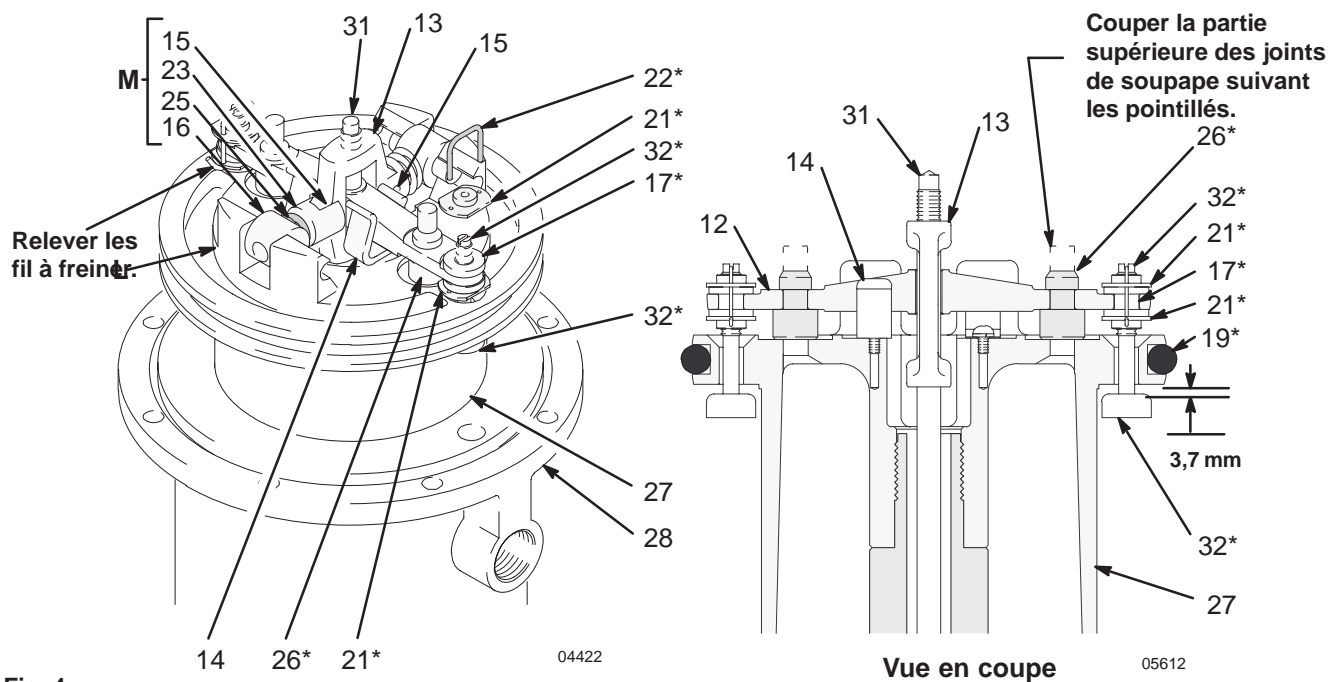

Fig. 4
- Sortir le piston (27) de l'embase du moteur pneumatique (28) et le mettre de côté.
- Démonter le presse-étoupe (36) au moyen d'une clé à douille de 1 5/8-in., retirer le joint (2*) et nettoyer le siège à l'aide d'un chiffon.
- Utiliser un tournevis pour pousser sur la chape de la tige de commande (13) et faire passer les articulations en position basse. Voir Fig. 4.
- Ici, tout en faisant levier avec le tournevis d'une main, maintenir l'autre main au-dessus de l'articulation montée sur ressort pour l'attraper au moment où elle sautera de la chape.* Introduire la pointe du tournevis dans le piston à l'intérieur de la chape du piston (L) sous les tourillons (16) des articulations, faire levier avec le manche du tournevis pour comprimer les ressorts de l'articulation (M) et les écarter de la chape du piston et retirer les pièces. Voir Fig. 4.
- Redresser les fils à freiner (22*) et les sortir des écrous (21*). Dévisser les écrous supérieurs. Enlever la chape de la tige de commande (13), l'actionneur (12) et la tige de commande (31). Dévisser les écrous inférieurs (21*) et enlever les têtes de soupape. S'assurer que les clips du bras oscillant (14) ne sont pas usés ou endommagés et qu'ils jouent bien leur rôle de guide de l'actionneur (12).
- Démonter les têtes de soupape d'échappement (26) en les découpant à l'aide d'un cutter, puis les sortir de l'actionneur (12).
- Contrôler la surface du piston du moteur pneumatique (27), la tige de déplacement (29) et la paroi du cylindre du moteur pneumatique (30) à la recherche de rayures ou d'éraflures. Les surfaces rayées ou striées engendrent une usure prématurée des joints et des fuites.
Pour réduire les risques de pincements ou de sectionnement des doigts, garder les doigts à l'écart des articulations au moment où on les rabat ou relève (M à la Fig. 4).
1. Serrer les méplats de la tige de piston (29) dans un étau en tenant le moteur debout.
2. Introduire les têtes de soupape d'échappement (26*) dans l'actionneur (12) et découper la tête des soupapes (en pointillés sur **vue en coupe** de la Fig. 4).
3. Placer les rondelles (17*) des soupapes inférieures dans l'actionneur (12), les têtes de soupape d'entrée (32*) dans le piston et visser les écrous inférieurs (21*) sur les soupapes d'entrée en laissant quelques filets libres.
4. Graisser abondamment et placer la tige de commande (31) dans le piston, placer l'actionneur (12) dans la chape (13) et placer l'ensemble actionneur/chape bien graissé dans le piston de manière que la tige de commande passe dans les trous au centre de l'actionneur et de la chape et que les têtes de soupape d'entrée (32*) passent dans les entretoises des soupapes inférieures (17*).
6. Placer les broches articulées (15) dans la chape (13), les extrémités du bras (23) articulé (M) sur les broches articulées et encliqueter les extrémités de la broche pivotante (16) de l'articulation dans la chape (L).
7. A l'aide du gabarit (réf. 171-818), ménager un jeu de 3,7 mm entre les têtes de soupape d'entrée (32*) et le siège du piston quand la soupape d'entrée est en position ouverte. Voir la **vue en coupe** de la Fig. 4.
Ne jamais réutiliser les anciens fils à freiner. Ils se fragiliseront et se casseront facilement à force d'être pliés. Quand on installe de nouveaux fils à freiner, ne pas les plier trop car ils risqueraient de se rompre. Voir Fig. 4.